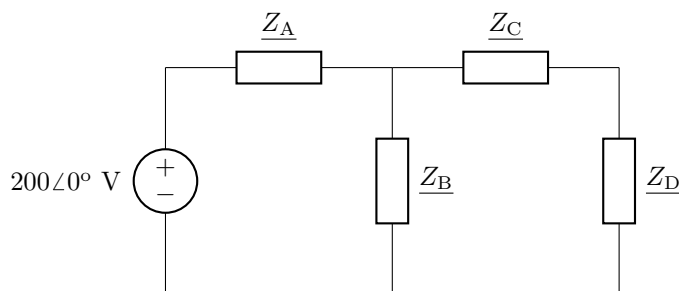

Figura 5.9: Circuito del problema 16.
16. En el circuito de la figura 5.9  $\underline{Z}_A = (5+j2) \Omega$ ,  $\underline{Z}_B = (20-j10) \Omega$ ,  $\underline{Z}_C = 10\angle30^\circ \Omega$  y  $\underline{Z}_D = 10\angle-60^\circ \Omega$ . Halla la potencia aparente suministrada a cada una de ellas, así como la que da la fuente.